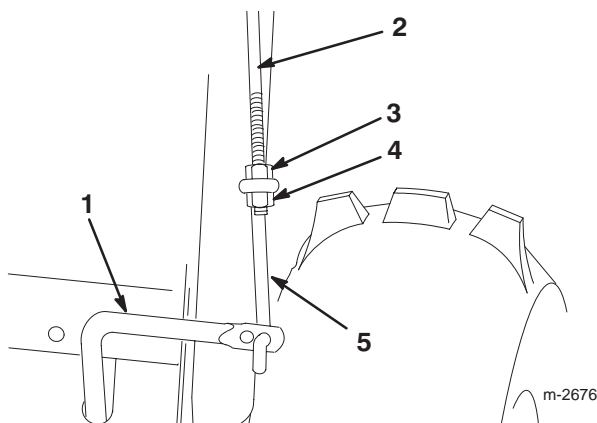

Figura 10
2. Infilate il tirante inferiore nel foro esterno dell'asta di comando inferiore, come riportato nella Figura 10.